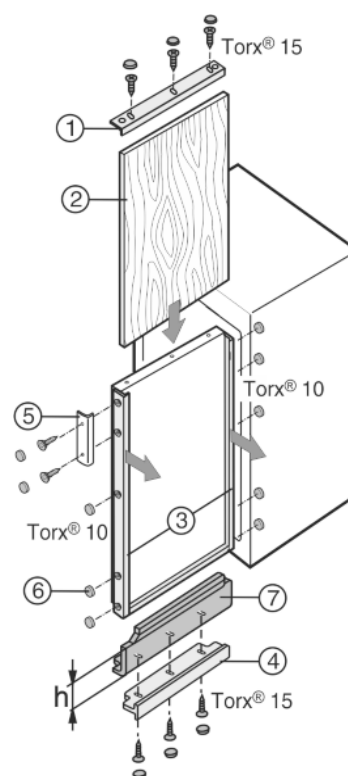

Fig. 7
Quand un panneau décor est déjà disponible, mais celui-ci est trop petit en hauteur, il peut être adapté avec des cornières de compensation Fig. 7 (7) de différentes hauteurs.
- Dévisser les cadres d'habillage Fig. 7 (1, 4) en haut et en bas.
- Desserrer les vis sur les autres cadres d'habillage Fig. 7 (3) et glisser les cadres vers l'avant.
- Insérer le panneau décor Fig. 7 (2).
- Poser Fig. 7 (7) les cornières de compensation en bas ou en haut.
- Poser les cadres d'habillage Fig. 7 (1, 4) par-dessus et revisser.
- Repousser et revisser les cadres d'habillage Fig. 7 (3).
- Visser la poignée Fig. 7 (5).
- Placer les cache-vis Fig. 7 (6) sur toutes les têtes des vis.